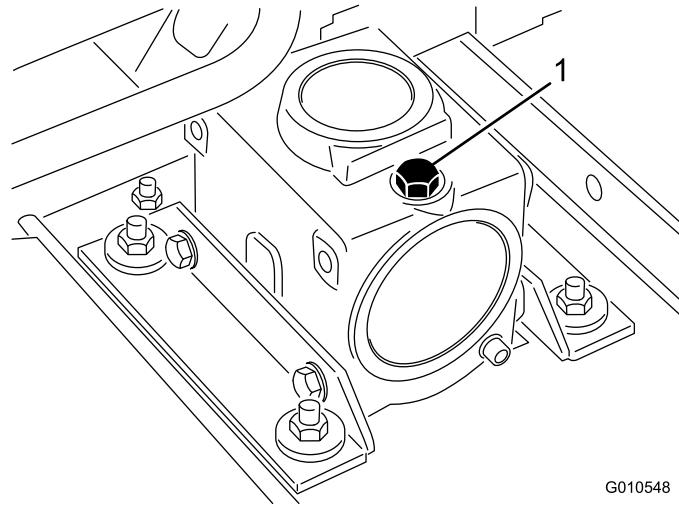

Figure 12
2. Retirez la jauge/le bouchon de remplissage du haut du réducteur (Figure 12) et vérifiez que le niveau de lubrifiant se situe entre les repères de la jauge. Si le niveau de lubrifiant est bas, ajoutez suffisamment de lubrifiant pour faire monter le niveau entre les repères.